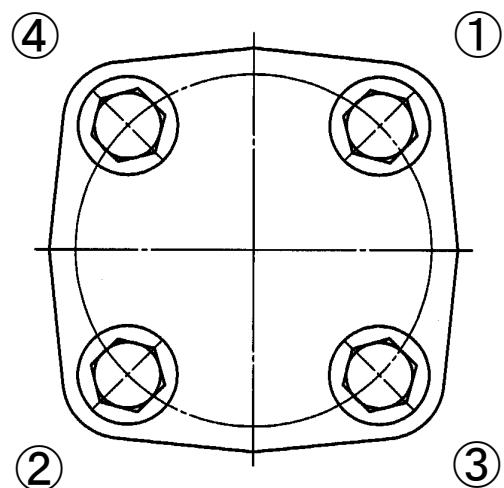
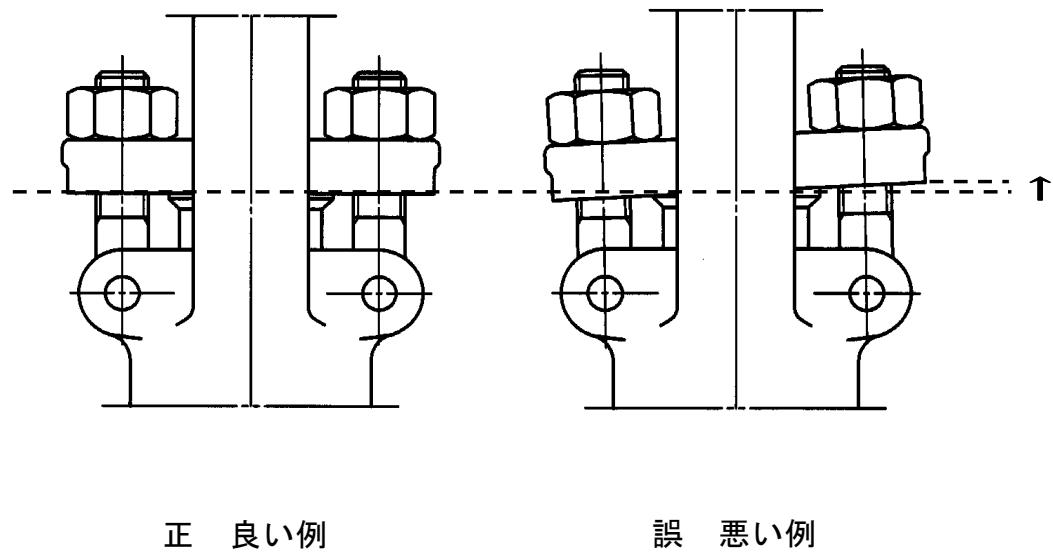

図 7.2 ふたボルトの締め付け順序例
図 7.3 グランドボルトナットの締め付け調整例
- ② この場合、ふたボルト、弁棒ねじ部にはグリースを塗ることによって焼き付きやかじりを防止することができます。
- ③ グランドパッキンを挿入する場合は、グランドパッキンの切り口が重ならないように、1リングずつ挿入し、且つ1リングずつ毎に適当な締付力を与えてください。
- ④ ふたボルトの締め付けにあたっては、図 7.2に示すとおり、相対するボルトナットを交互に均等な力で締めてください。弁箱フランジ面とふたフランジ面が密着するまで締めつけてください。
⑥ 図 7.3に示すとおり、グランドボルトナットを締めながらハンドル車の廻り具合をみてグランドを片締めしないように交互に平均した力で調整してください。
② この場合、ふたボルト、弁棒ねじ部にはグリースを塗ることによって操作性を維持することができます。
③ グランドパッキンを挿入する場合は、グランドパッキンの切り口が重ならないように、1リングずつ挿入し、且つ1リングずつ毎に適当な締付力を与えてください。
- ④ ふたボルトの締め付けにあたっては、図 7.2に示すとおり、相対するナットを交互に均等な力で締めてください。弁箱フランジ面とふたフランジ面が密着するまで締めつけてください。
- ⑤ ふたボルトの締め付けトルクは、表 7.1に示すとおりです。
- ⑥ 図 7.3に示すとおり、グランドボルトナットを締めながらハンドル車の廻り具合をみてグランドを片締めしないように交互に平均した力で調整してください。
- ⑦ グランドボルトナットの締め付けトルクは、表 7.2に示すとおりです。
- ① 組立ての手順は、分解の手順の逆を行ないます。
- ② ふたボルトの締め付けにあたっては、図 7.2に示すとおり、相対するナットを交互に均等な力で締めてください。弁箱フランジ面とふたフランジ面が密着するまで締めつけてください。
- ③ ふたボルトの締め付けトルクは、表 7.1に示すとおりです。